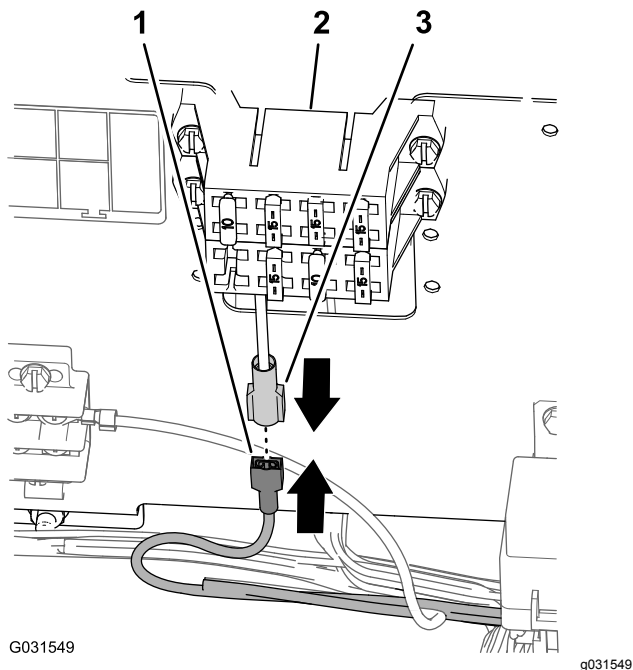

図 203
1. 車両用のヒューズブロックにブレード形コネクタが付いている車両の場合には、仕上げキット用ハーネスについているブレード形コネクタを車両のヒューズブロックのソケットに接続する 図 203。